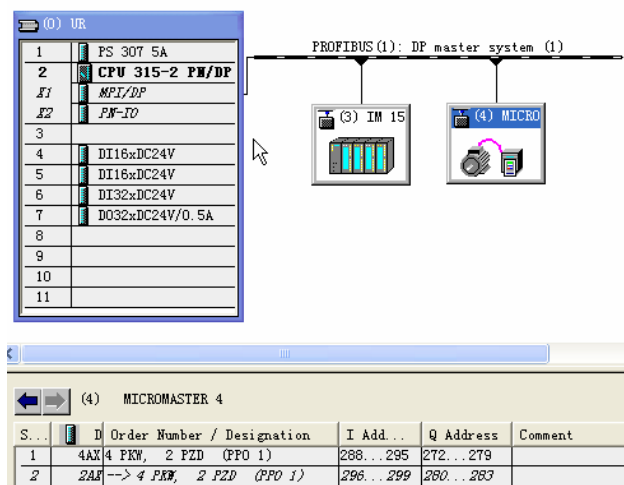

图 3.13 组态从站
- ③ 选择“MICROMASTER 4”→“4 PKW, 2 PZD (PPO 1)”，添加到从站中，如图 3.13 所示。
- ④ 从站组态完成，设置地址，PKW 读为 IB288~IB295，PZD 读为 IB296~IB299，PKW 写为 QB272~QB279，PZD 写为 QB280~QB283，如图 3.13。